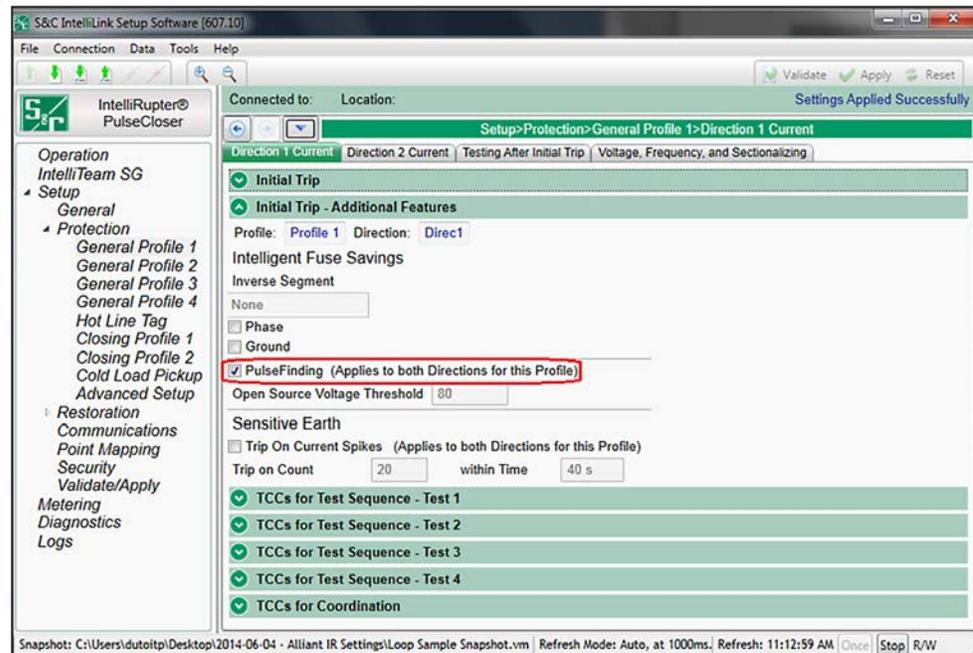

Figura 71. Valor-alvo da técnica PulseFinding na tela *Configurações>Proteção>Perfil Geral 1>Direção 1>Corrente>Trip Inicial - Funcionalidades Adicionais*.
PASSO 6. Habilite a técnica PulseFinding para que haja suporte a casos onde os dispositivos podem não estar totalmente coordenados. Ver Figura 71.